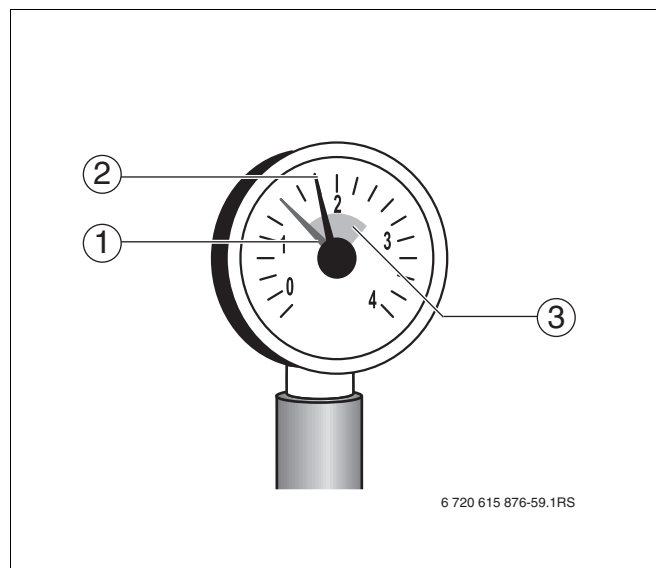

Рис. 21 Манометр для закрытых отопительных установок
- Красную стрелку (Рис. 21, **поз. 1**) манометра отопительной установки поставить на необходимое минимальное давление 1 бар.